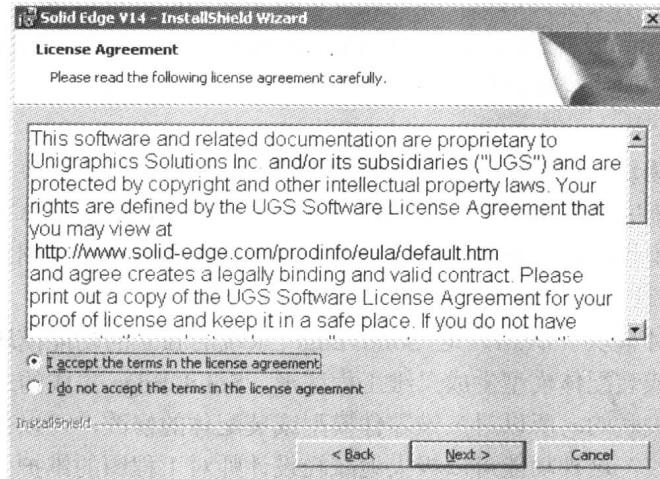

图 1-2 许可协议对话框
2) 选择下一步 (Next) 按钮, 系统出现许可协议 (License Agreement) 对话框, 如图 1-2 所示。用户必须选择接受 (I accept.....) 选项, 否则安装程序退出。